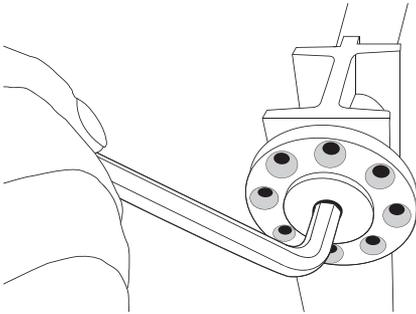

FIGURE 9
2. Resserrer les deux plaques d'ajustement d'un ou deux trous (Fig. 9).